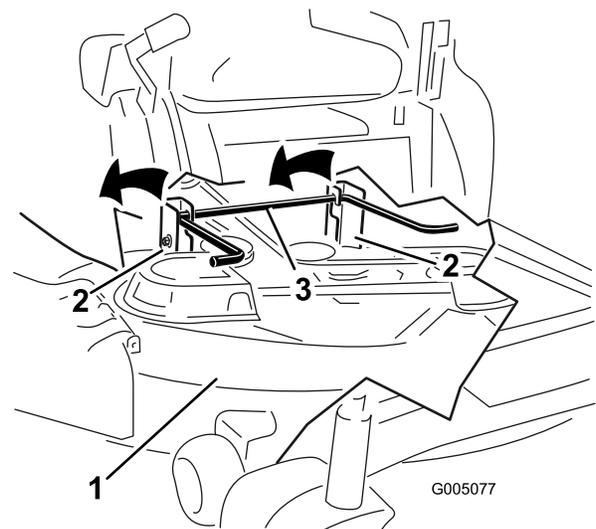

Figure 56
6. Soulevez et enlevez le tablier de coupe et les supports de la tige de levage arrière et abaissez la tondeuse au sol avec précaution (Figure 56).
- Soulevez l'arrière du tablier de coupe et guidez les supports sur la tige de levage arrière (Figure 56).